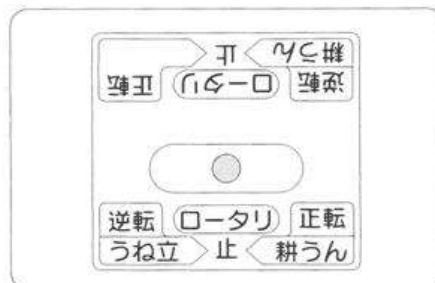

図14
- ③ ロータリーチェンジレバーを [止] 位置にします。(図14)